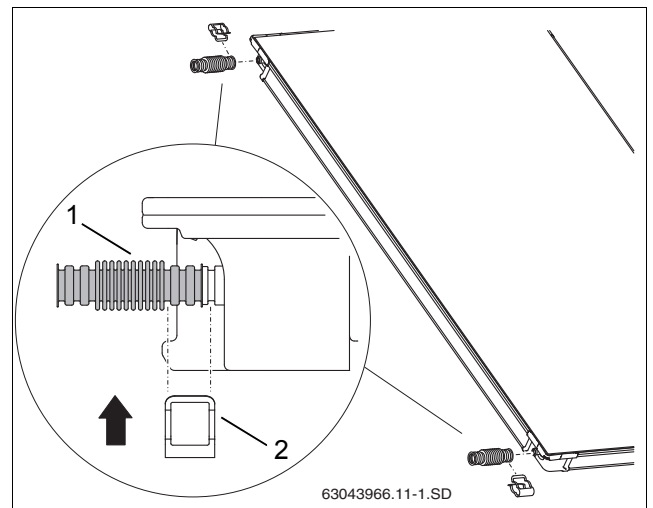

Рис. 48 Монтаж гофрированной соединительной трубы на первом коллекторе
- ▶ Наденьте гофрированные трубы (рис. 48, [1]) на левые штуцеры первого коллектора.
- ▶ Установите зажимы (рис. 48, [2]) для фиксации гофрированных труб на штуцерах коллектора.